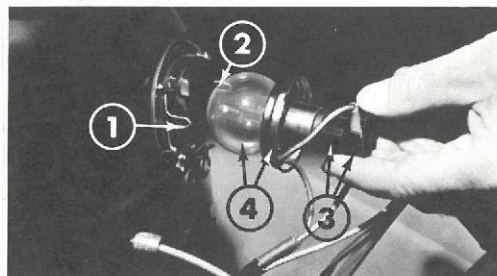

Fig. 34 — Forlygte med almindelig pære
Lygter, nær- og fjernlygter (fig. 34) type P45, T41, 12V, 45/40W
- Vip holdefjedrene 90 grader (Fig. 34, 1 og 2)
- Frigør pæren (4) fra fatningen